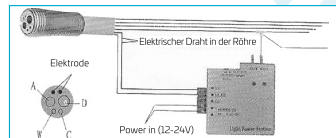

Abb. 3
- Strom anschließen; auf den Fußschalter treten; die Kontrollleuchte brennt; die Glasfaserbeleuchtung des Handstücks ist in Betrieb. Siehe Abbildung 3 für weitere Einzelheiten.